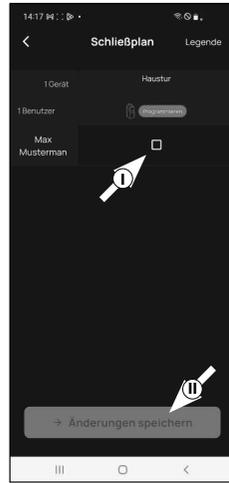

Abb. 2
- Sie sehen eine Tabelle, bestehend aus angelegten Schlössern (horizontal) und eingerichteten Benutzern (vertikal) (Abb. 2). Setzen Sie jeweils dort einen Haken, wo Sie den jeweiligen Benutzer für das entsprechende Schloss zur Nutzung berechtigen möchten (I) (Abb. 2) und dann auf den Button „Änderungen speichern“ (II) (Abb. 2).